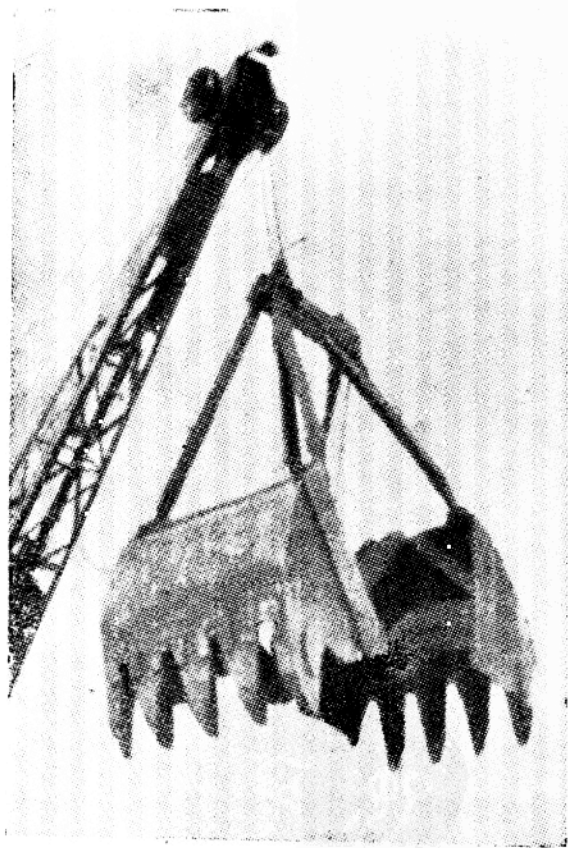
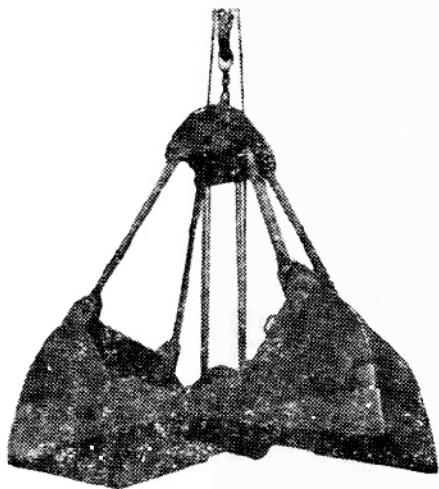

图2 齿形抓斗
图 3 活瓣抓斗
1. 散堆装货物。除在作业量较大的货场配备专用高效率装卸机械外，一般在作业量不大的车站，可采取起重机与各种抓斗配套使用。如图 2 所示的装卸废钢铁的齿形抓斗；图 3 所示的装卸煤、灰、